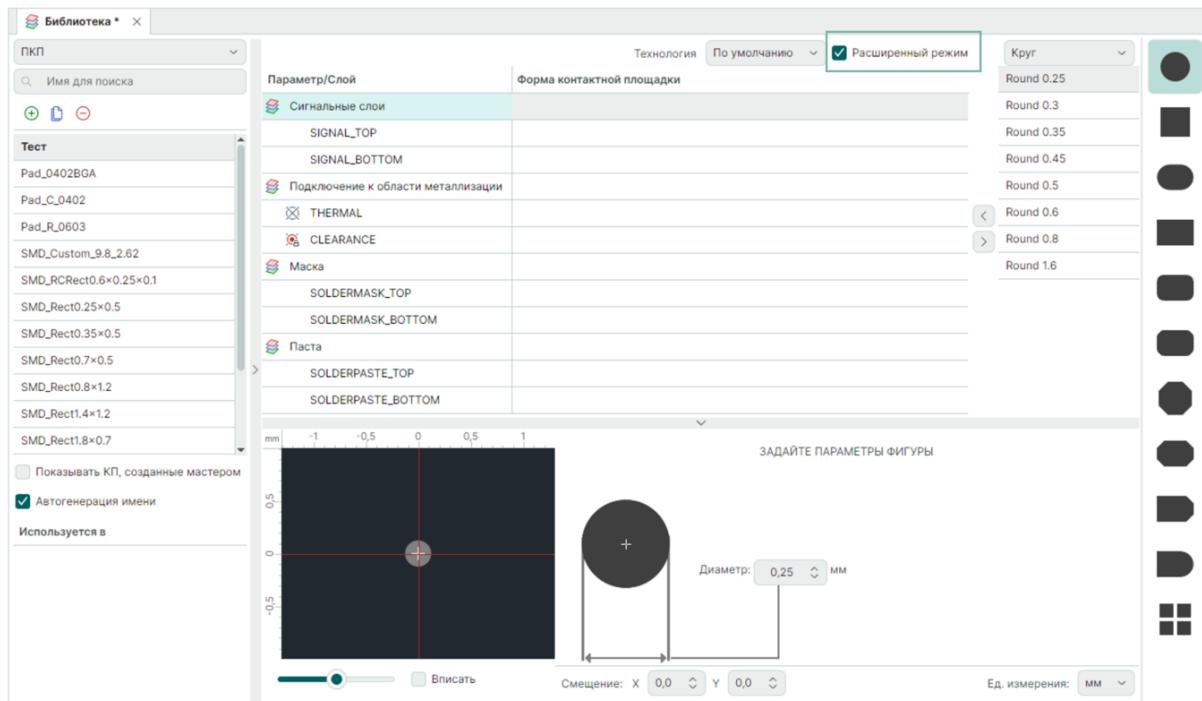

Рис. 42 Расширенный список слоев
**Примечание!** Полный список слоев доступен, когда установлен флаг в чекбокс «Расширенный режим», см. Рис. 42. Подробнее о работе со всеми слоями см. раздел Дополнительные параметры.